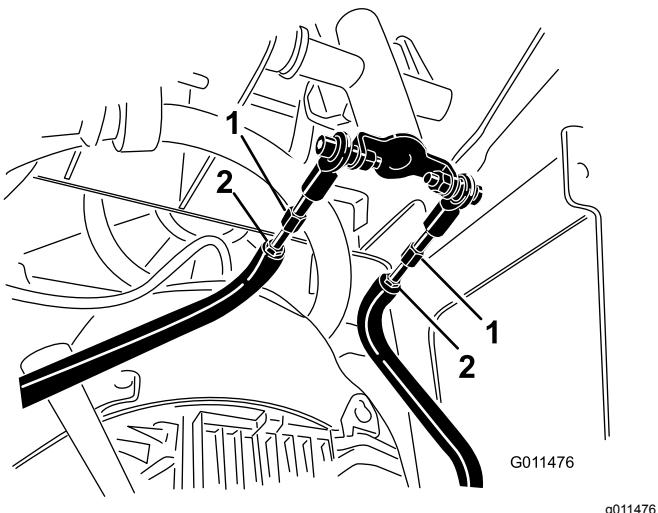

Figura 57
- D. Allentate i controdadi situati sulle aste di trazione, al di sotto della plancia (Figura 57).